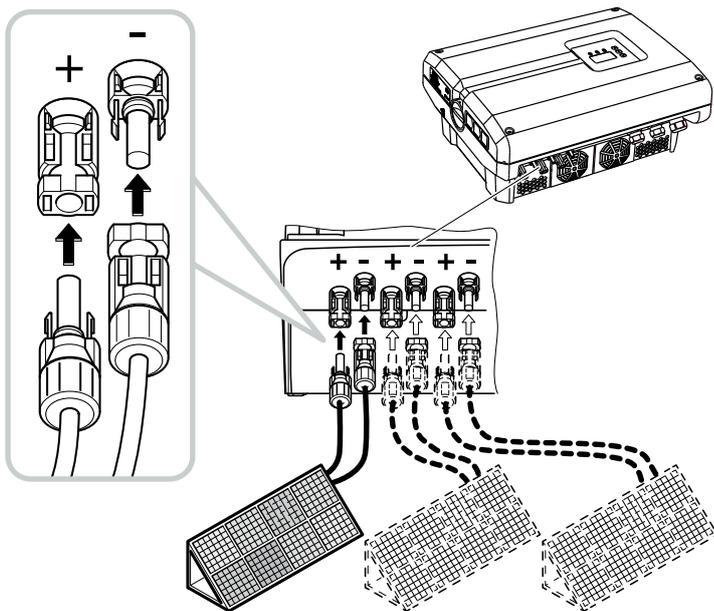

Fig. 37: Collegamento della stringa FV
6. Inserire i connettori femmina e i connettori maschi dei cavi CC nell'inverter. **Fig. 37**